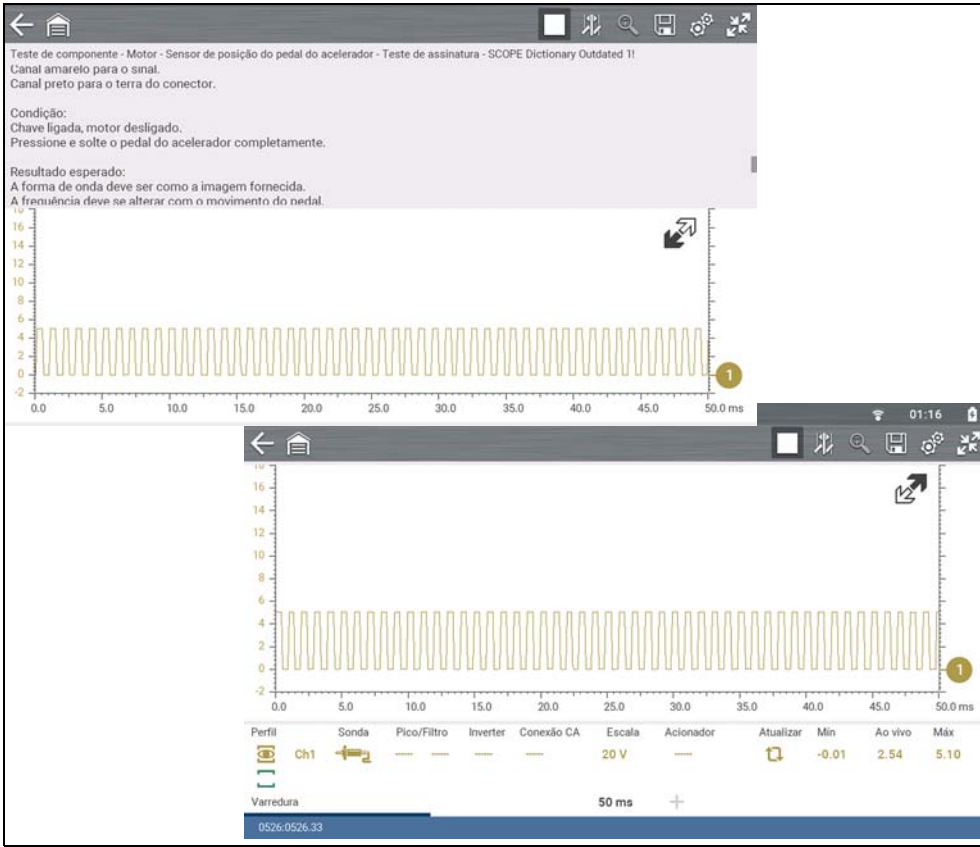

Figura 8-9
4. Use o ícone **Expandir/Recolher** para alternar entre visualização de tela inteira e dividida e exibir o painel de controle (Figura 8-9).